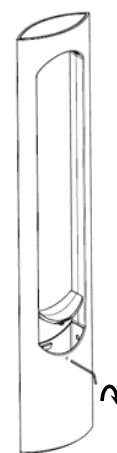

Fig. 2. – Remover Disco de proteção
1. Coloque a calha da bicicleta em posição. Utilize uma chave sextavada de cavilhas de 5/32", retire a tampa tal como indicado na Fig.2. Rode no parafuso no sentido dos ponteiros do relógio (parafuso apertado) para permitir que a tampa levante.